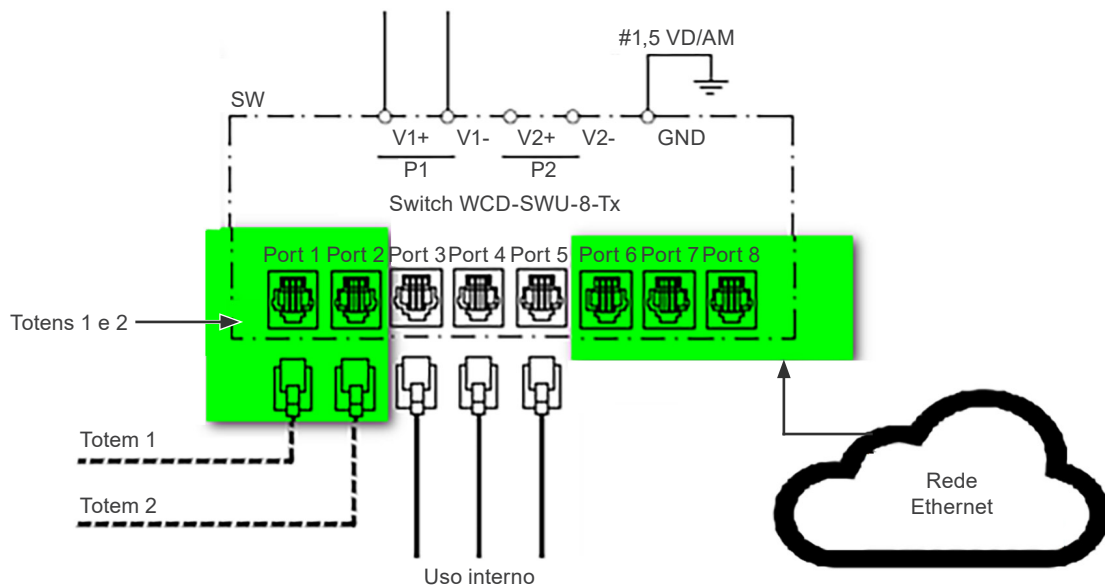

Figura 3.18: Esquema de ligação dos cabos Ethernet para os Totens e rede externa
A conexão do cabo Ethernet da Cabine de Potência para os Totens é feita através do switch Ethernet SW localizado no lado inferior esquerdo da Cabine de Potência com acesso através da porta frontal, conforme Figura 3.16 na página 3-16. O conector RJ45 do switch segue o padrão Fast Ethernet 100BASE-TX, utilizando dois (02) pares de cabos para transmissão e recepção de dados. Passe o cabo Ethernet RJ45 pelos eletrodutos junto a base da Cabine de Potência até a respectiva porta RJ45 disponível no switch vide Figura 3.18 na página 3-19. Utilizar cabo padrão Ethernet, 100 Base-TX (Fast Ethernet), CAT 5e ou superior, com comprimento máximo de 100 metros (100 m). Para evitar interferência na comunicação, os cabos de potência deverão estar separados, o mais distante possível, do cabo de comunicação Ethernet.